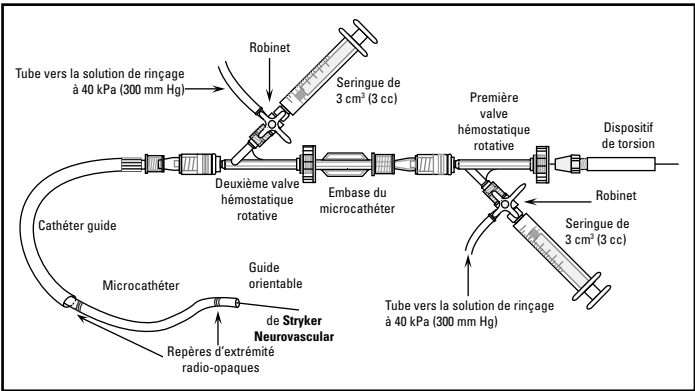

Figure 1. Exemple de configuration de rinçage continu
- Glisser le dispositif de torsion sur l'extrémité proximale du guide (voir la Figure 1) et le fixer.
La configuration de rinçage continu recommandée est illustrée à la Figure 1. Les valves hémostatiques rotatives garantissent une étanchéité aux fluides et sont raccordées au cathéter guide et au microcathéter. Les robinets sont fixés au bras latéral des valves hémostatiques rotatives qui deviennent des orifices de perfusion pour l'injection de produit de contraste ou de rinçage approprié.
- 2. Ouvrir la vis à serrage à main de la valve hémostatique rotative et introduire avec précaution l'ensemble microcathéter et guide dans la valve hémostatique rotative du cathéter guide (deuxième valve hémostatique rotative sur la Figure 1). Serrer la valve à joint torique autour du microcathéter pour éviter un reflux tout en permettant au microcathéter de progresser.